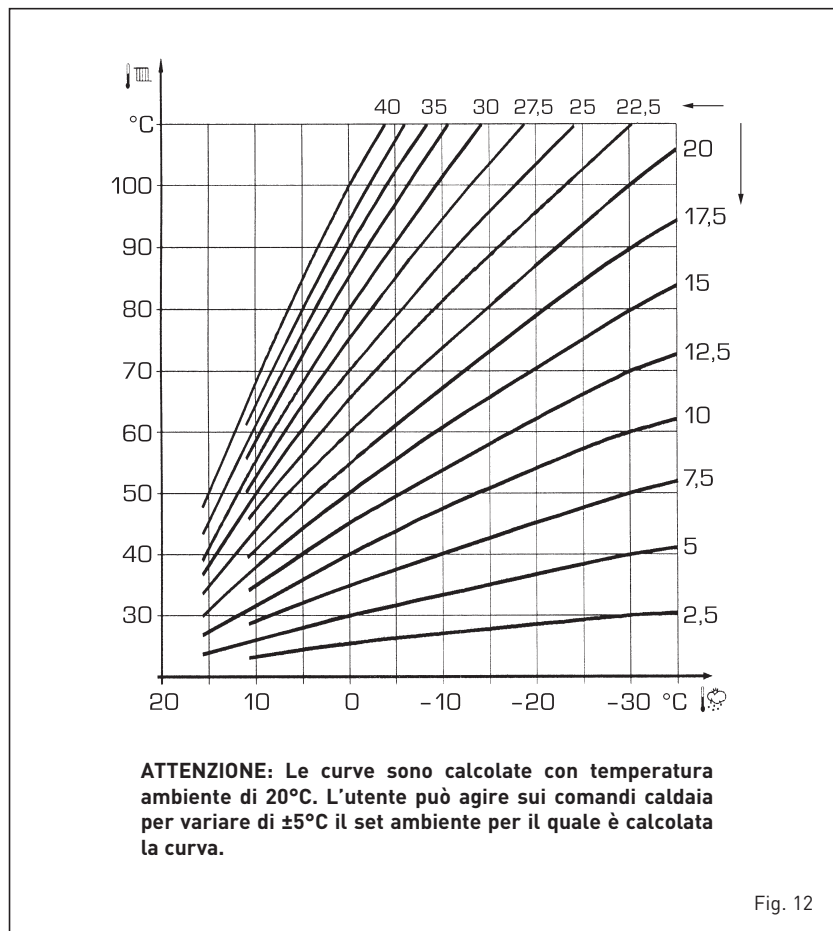

Fig. 12
3.4 SONDA ESTERNA COLLEGATA (fig. 12)
In caso di presenza di sonda esterna i SET riscaldamento sono ricavabili dalle curve climatiche in funzione della temperatura esterna e comunque limitati entro i valori di range descritti al punto 3.3 (parametri PAR 22 per la zona 1, PAR 25 per la zona 2 e PAR 28 per la zona 3). La curva climatica da impostare è selezionabile da un valore 3 e 40 (a step di 1). Aumentando la pendenza rappresentata dalle curve di fig. 12 si incrementa la temperatura di mandata impianto in corrispondenza alla temperatura esterna.